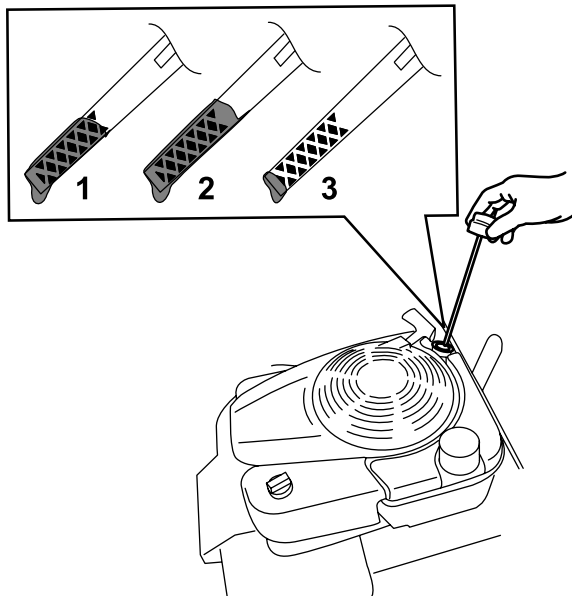

Figure 33
3. Tournez le bouchon dans le sens antihoraire et sortez la jauge (Figure 33).
10. Relevez le niveau d'huile indiqué sur la jauge (Figure 33).